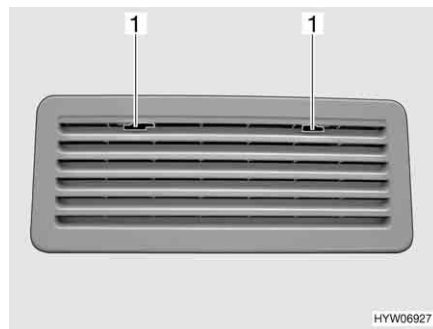

Bild 174 Kühlschrank-Lüftungsgitter
- Arretierung (Bild 174,1) zur Mitte schieben.